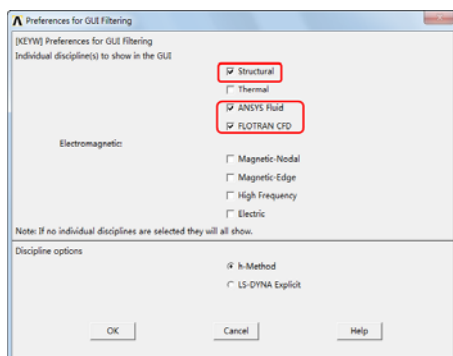

图 11-63 “Preferences for GUI Filtering”对话框
❸ 设置参数：依次选择 Main Menu→Preferences，会出现“Preferences for GUI Filtering”对话框，选择 Structural、ANSYS Fluid 和 FLOTRAN CFD，如图 11-63 所示，单击“OK”按钮关闭该对话框。